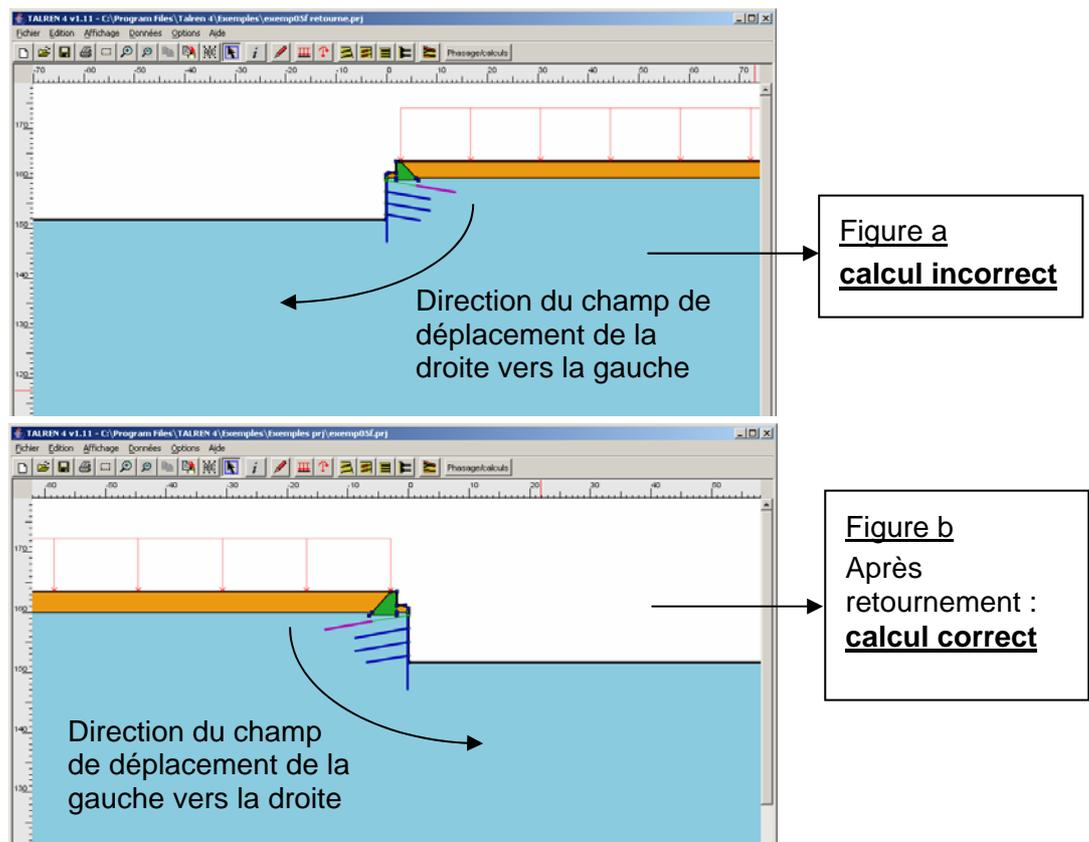

Figure 16 : exemple de retournement de coupe
- soit de renverser la coupe dans le fichier courant. Dans ce cas, tous les x et les angles déjà définis (inclinaires des surcharges, des renforcements, etc) sont changés de signe (les valeurs positives deviennent négatives et réciproquement). Le fichier garde le même nom. Ce cas s'applique lorsqu'on a défini une coupe d'après des documents de travail avec l'amont à droite, et que l'on souhaite renverser la coupe pour pouvoir effectuer le calcul "dans le bon sens" (cas de la Figure 16).